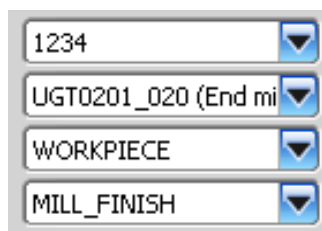

Рисунок 36 Параметры операции
3. Задайте следующие параметры: (рисунок 36):